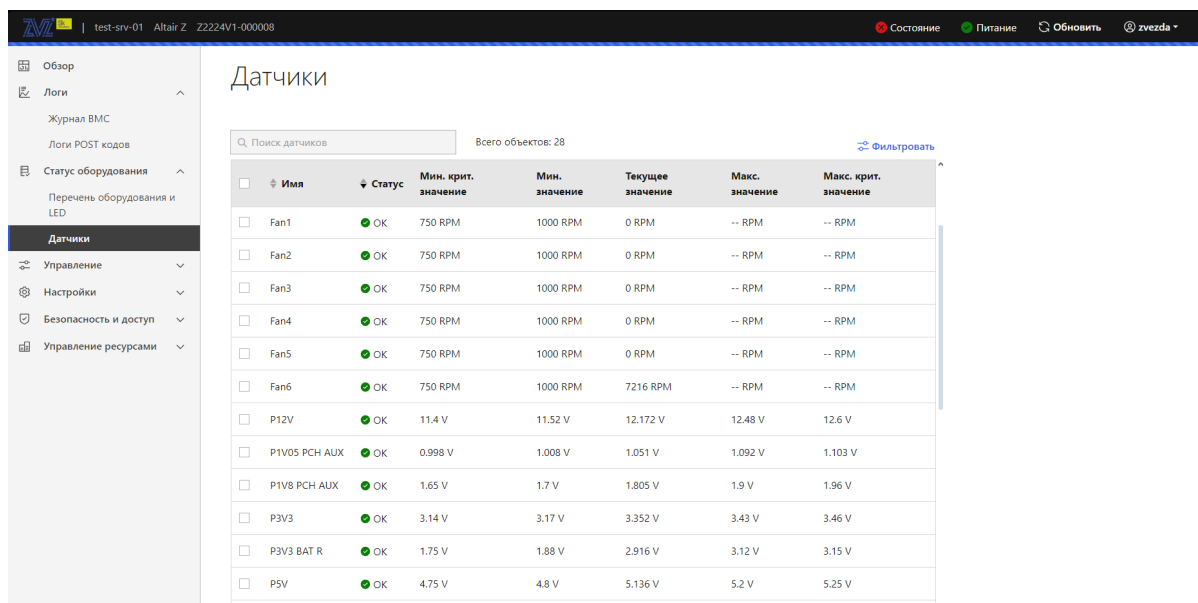

Рис. 90. Окно «Датчики»
- 5) Пройдите во вкладку «Статус оборудования» → «Датчики» в данной вкладке отображены всех датчиков установленных в сервер. В поле «Поиск датчиков» производится поиск датчиков. Окно показано на рис. 90 Окно «Датчики»